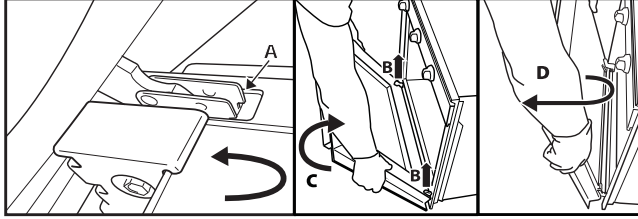

Fig. 2
3. Fermez la porte jusqu'en butée (A), soulevez-la (B) et faites-la pivoter (C) jusqu'à ce qu'elle se décroche (D) (Fig. 2).